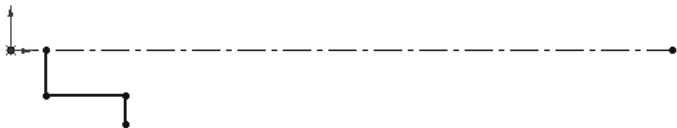

图 2-133 绘制折线
STEP 2 单击“草图”工具栏中的“直线”按钮, 以中心线上的一点为直线的起点, 连续绘制如图 2-133 所示的折线。